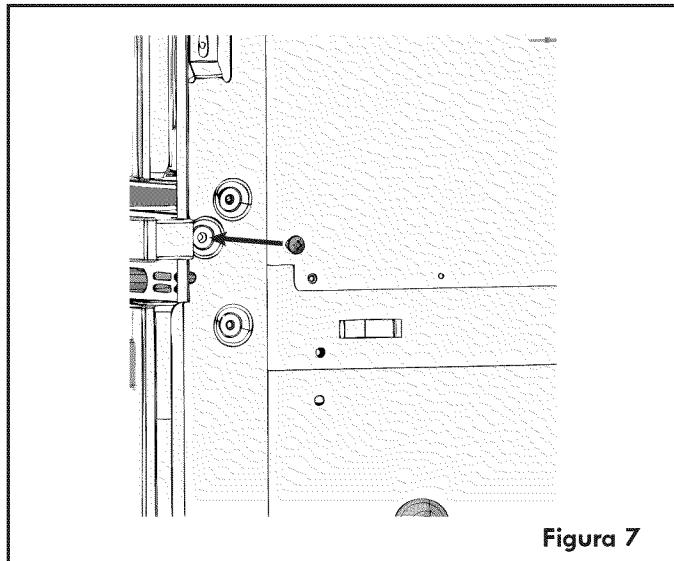

Figura 7
- 8 Ahora instale la moldura central en ambos lados con los tornillos proporcionados con la unidad (figura 7).